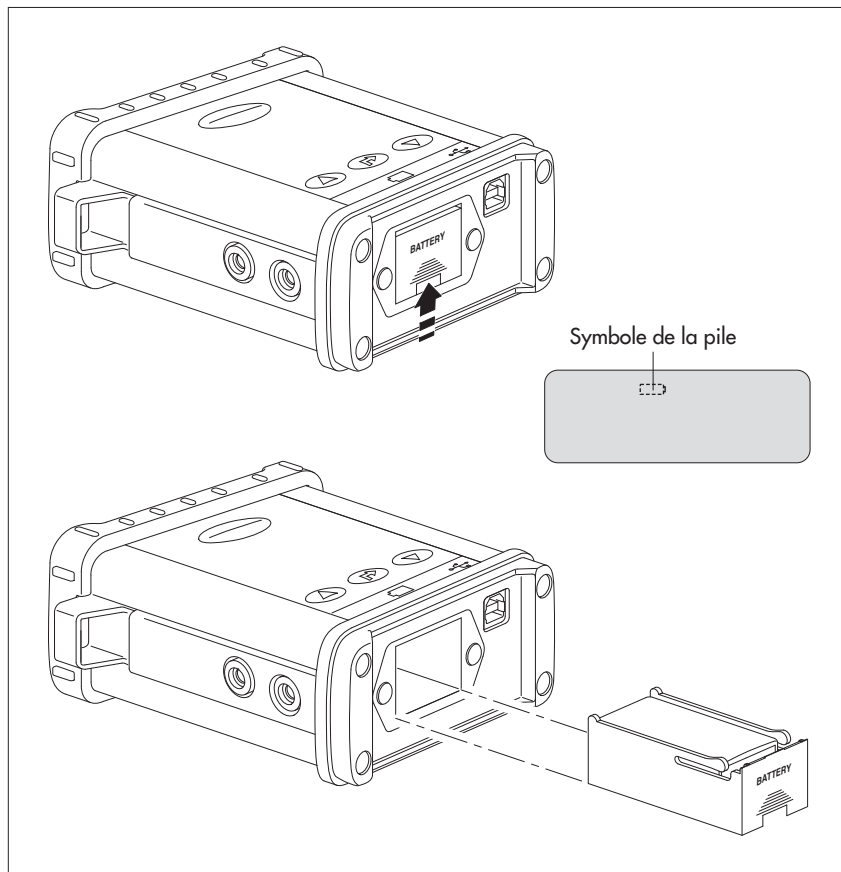

Fig. 2 : Remplacement de la pile monobloc 9 V du Z400. Le symbole de la pile clignote sur l'écran LCD.
- Ouvrir le compartiment de la pile comme dans la figure 2 et remplacer la pile vide par une pile pleine du même type.